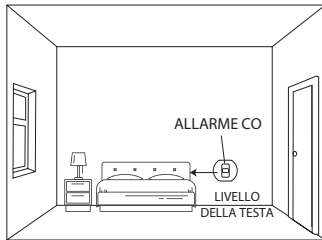

Figura 2: Installazione in una camera da letto o in una stanza priva di apparecchi a combustibile (installazione a livello della testa)
2. Installare l'allarme CO in una camera da letto o in una stanza priva di apparecchi a combustibile (si veda la Figura 2):